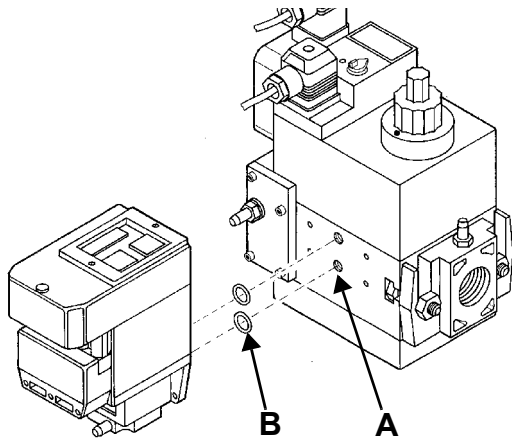
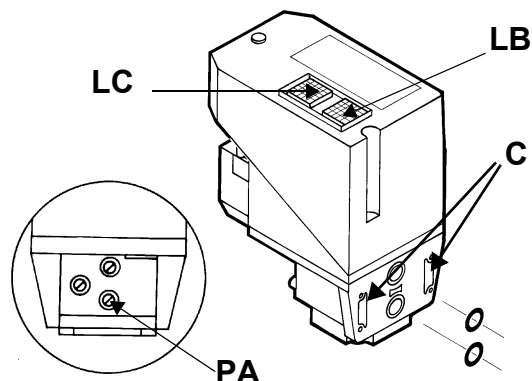

Fig. 13
Fig. 14
- 3 quitar los tornillos de cierre del grupo Multibloc (Fig. 13-A);
- 4 colocar los anillos de estanqueidad (10,5 x 2,25) en el VPS 504 (Fig. 14-B, Fig. 13-B);
- 5 apretar los 4 tornillos de control de estanqueidad (M4 x 16) Fig. 13-C.
Si se desea realizar un control, introducir un manómetro en la toma de presión **PA** en Fig. 14. Si el ciclo de prueba resulta positivo, después de algunos segundos se enciende la lámpara de consenso **LC** (amarilla). En caso contrario se enciende la lámpara **LB** de bloqueo (roja). Para reiniciar es necesario desbloquear el equipo presionando el pulsador luminoso **LB**.